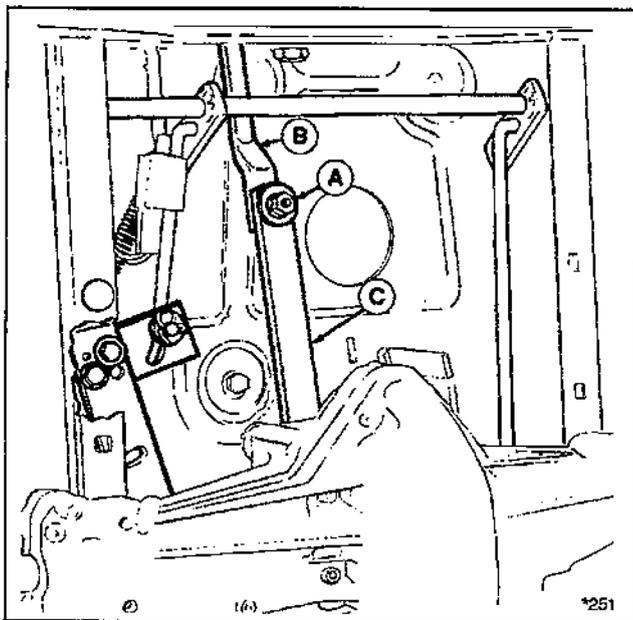
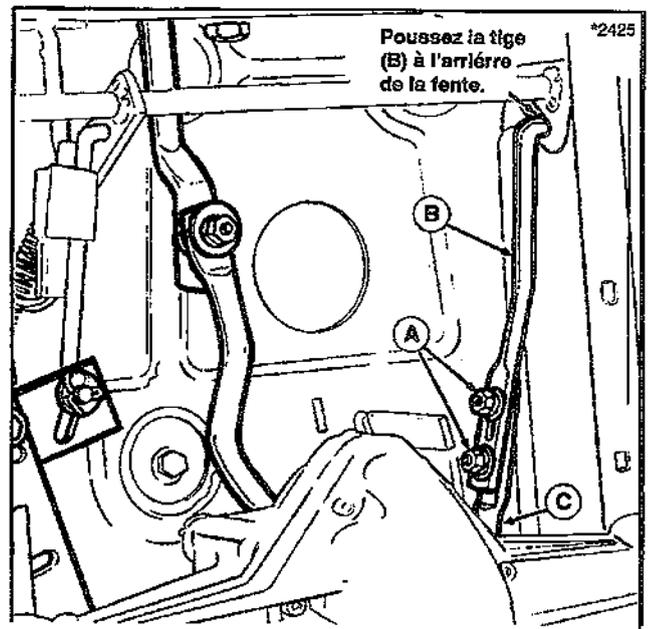

Figure 28. Réglage du point mort
Figure 29. - Réglage du retour au point mort
3. Dévisser l'écrou (A, figure 28) qui fixe la tringle de commande de la transmission avant (B) à la tringle de la transmission arrière (C). La tringle doit pouvoir bouger lorsque vous faites le réglage de retour au point mort. Dévisser les deux écrous (A, figure 29) qui fixent la tringle de retour au point mort (B) à la tringle arrière (C). La tringle avant du retour au point mort doit être libre de mouvement.
5. Resserrer la vis (A) à 2,3 daNm = 2,3 m kg.
Effectuer ce réglage lorsque le levier de commande de puissance ne revient pas en position neutre lorsque la pédale d'embrayage-frein est totalement enfoncée. S'assurer que la tringle de contrôle de transmission avant (B, figure 29) est lubrifiée et ne coince pas dans la barre de soutien du châssis.
2. Dévisser les deux écrous (A, figure 29) qui fixent la tringle de retour au point neutre avant (B) à la tringle arrière (C). La tringle de retour au point neutre avant doit être libre pour bouger.